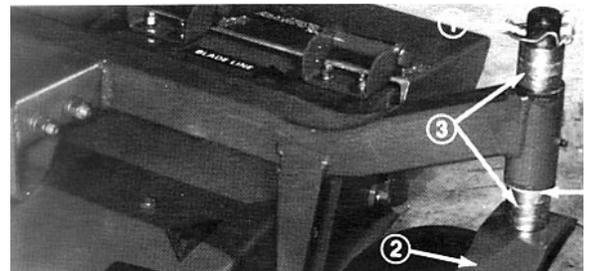

Bild 2
2. Die Rückseite des Drahtes zusammendrücken und den Draht auf dem Klappstecker drehen. Den Stecker aus der Laufradspindel abziehen. Die Abstandsstücke auf die Laufradspindel stecken und die gewünschte Schnitthöhe realisieren (Bild 2 und 3). Dann die U-Scheibe auf die Spindel aufziehen.
3. Die Laufradspindel durch den Laufradarm einführen. Alle verbleibenden Abstandsstücke auf die Spindel aufziehen (Bild 2 und 3). Den Klappstecker einführen, um alle Konstruktionsteile abzusichern.